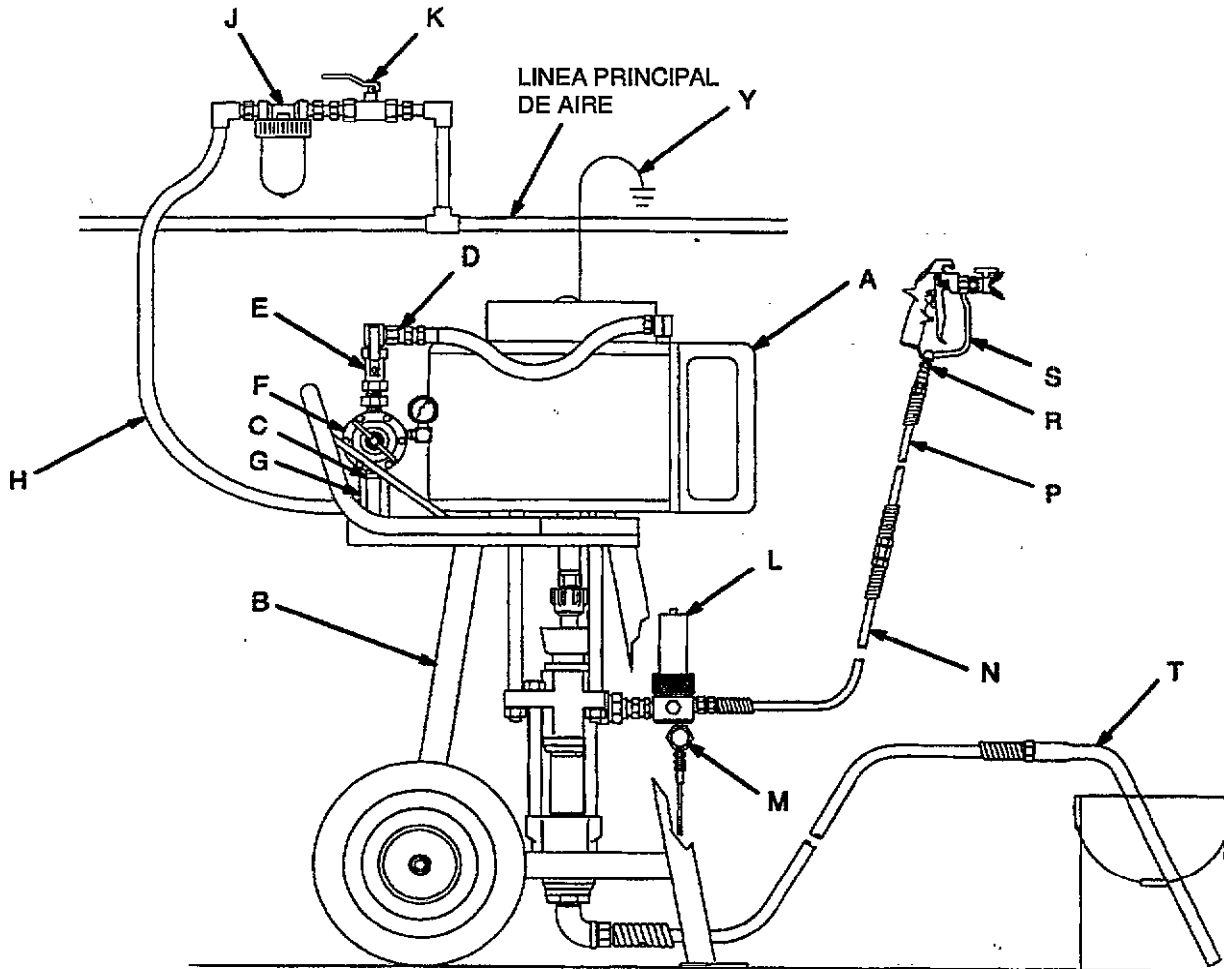

Fig. 2
La Fig. 2 es solamente una guía para seleccionar e instalar accesorios y componentes de sistema. Póngase en contacto con el representante Graco o con la Asistencia técnica de Graco (véase la última página) para que le asesoren en el diseño de un sistema que corresponda a sus propias necesidades.
Véase la Fig. 2
Instalar los accesorios siguientes en el orden indicado en la Fig. 2, utilizando adaptadores si es necesario:
Instalar los siguientes accesorios en las posiciones indicadas en la Fig. 2 utilizando los adaptadores necesarios:
- Una pistola (S) que dispersa el producto. La pistola mostrada en la Fig. 2 es una pistola de pulverización sin aire para productos de viscosidad mediana o ligera. Se suministra con el Modelo 637-158.
- Una rótula de pistola (R) permite un movimiento de la pistola más libre. Suministrado con Modelo 237-168.
Véase la Fig. 2. Colocar el tubo de aspiración (T) en la alimentación de producto.
No permitir nunca que la bomba funcione en seco sin producto bombeado. Una bomba que funciona en seco se acelerará rápidamente a una alta velocidad y puede deteriorarse. Existe disponible una bomba antiaceleración (C) que corta la alimentación de aire a la bomba si ésta se acelera más allá del régimen preajustado. Véase Fig. 2. Si la bomba se acelera rápidamente, o si funciona demasiado rápido, detenerla inmediatamente y verificar la alimentación de producto. Si el contenedor de producto está vacío y si se ha bombeado aire en las líneas, llenar de nuevo el contenedor y cebar la bomba y las líneas con producto o lavar y dejarlas llenas con disolvente compatible. Cerciorarse de que se ha eliminado todo el aire del sistema de producto.